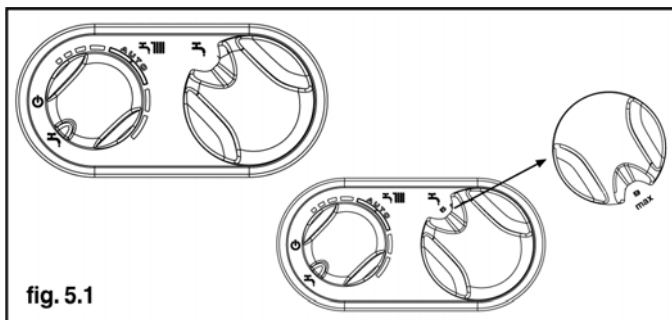

fig. 5.1
- установите переключатель режимов работы режим «лето» «» (рис. 5.1)
- установите регулятор температуры в контуре ГВС (рис. 5.1) на максимальное значение.
- Откройте кран подпитки (рис. 5.1а) и держите его открытым до тех пор, пока давление не поднимется до уровня от 1 до 1,5 бар.